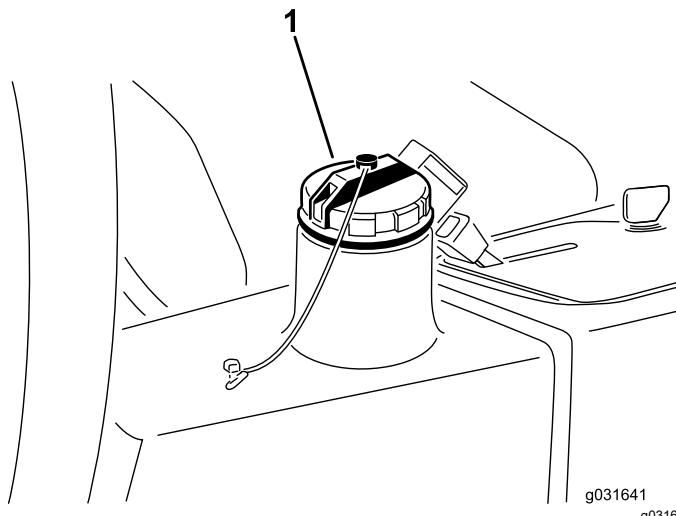

Figure 67
4. Versez environ 13,2 litres de liquide hydraulique dans le réservoir (Figure 67) ; voir **Liquides hydrauliques spécifiés (page 60)** et **Contrôle du niveau de liquide hydraulique (page 60)**.